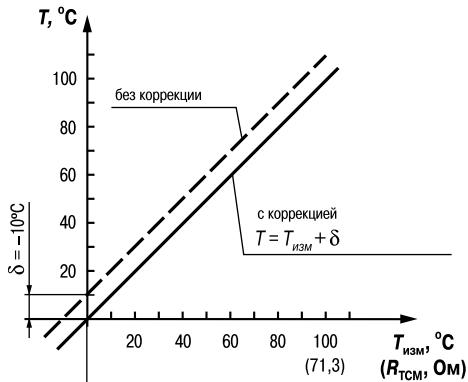

Рис. 2
3.1.4.3.2. Для компенсации погрешностей $\Delta R = R_0 - R_{0,\text{ТСМ}}$, вносимых сопротивлением подводящих проводов $R_{\text{ТСМ}}$, к каждому измеренному значению параметра $T_{\text{изм}}$ прибавляется заданное пользователем значение δ . На **рис. 2** приведен пример сдвига характеристики для датчика ТСМ(Cu50).